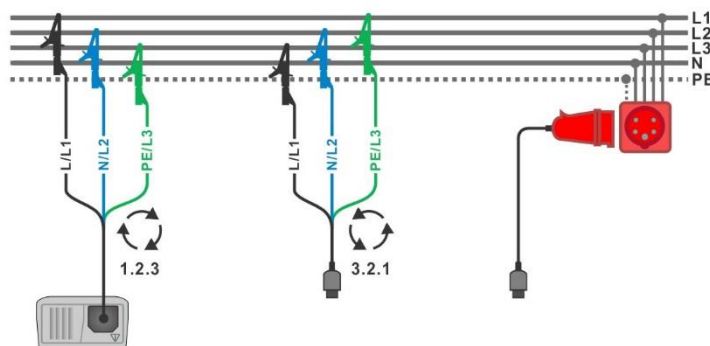

Abbildung 5.2: Anschluss der Dreileiter-Prüfleitung und des optionalen Adapters im Drehstromnetz.
- Schließen** Sie die Prüfleitungen am Prüfling an, (siehe *Abbildung 5.2 und 5.3*)